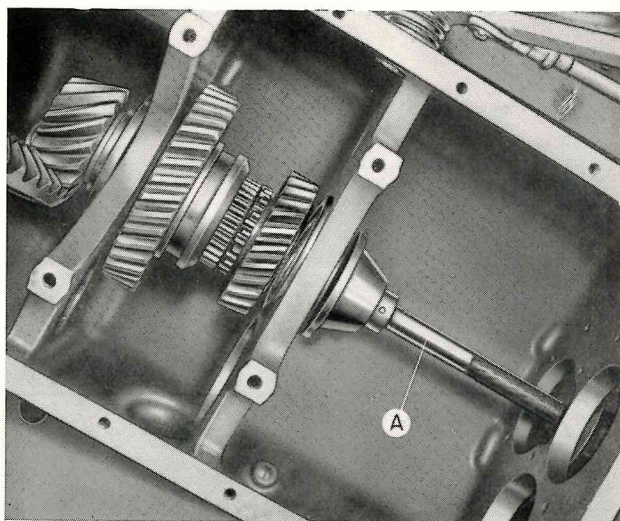

Fig. 118 - Smontaggio scatola porta-cuscinetto anteriore albero pignone conico.
*Svitare il coperchio per scatola cuscinetto anteriore (chiave **A 711109**), togliere la rosetta ritegno cuscinetto ed estrarre la scatola stessa (estrattore **A 433004**) (fig. 118);*